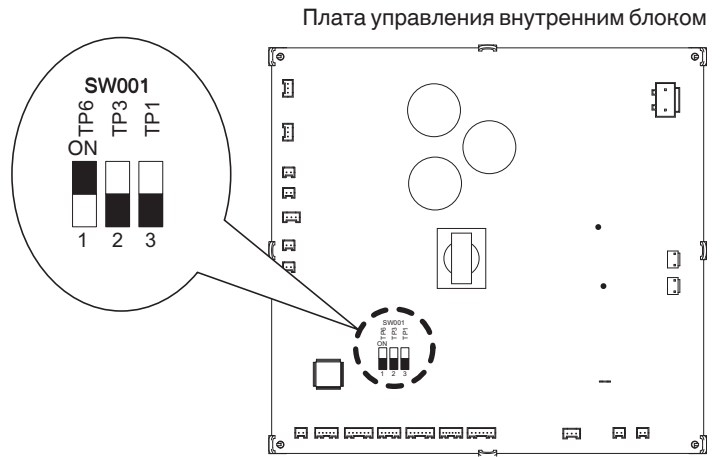

Рис. 8-1
2. Откройте крышку отсека электрических компонентов и проверьте место размещения переключателя выбора на плате управления внутренним блоком. (Рис. 8-1)